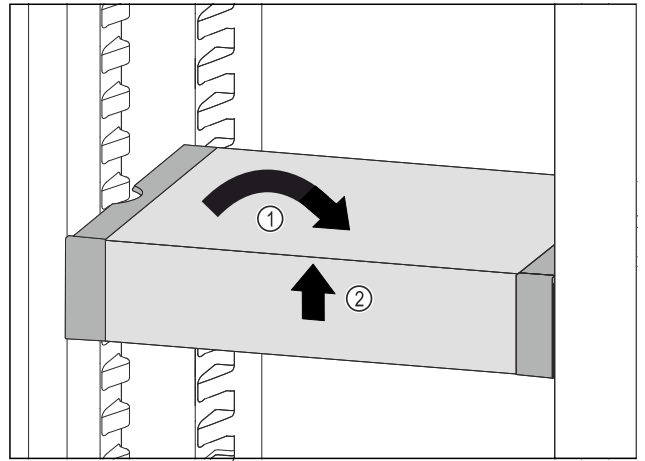

Fig. 89
- ▶ 将 VarioSafe 放平。Fig. 89 (1)
- ▶ 抬起 VarioSafe 前部。Fig. 89 (2)